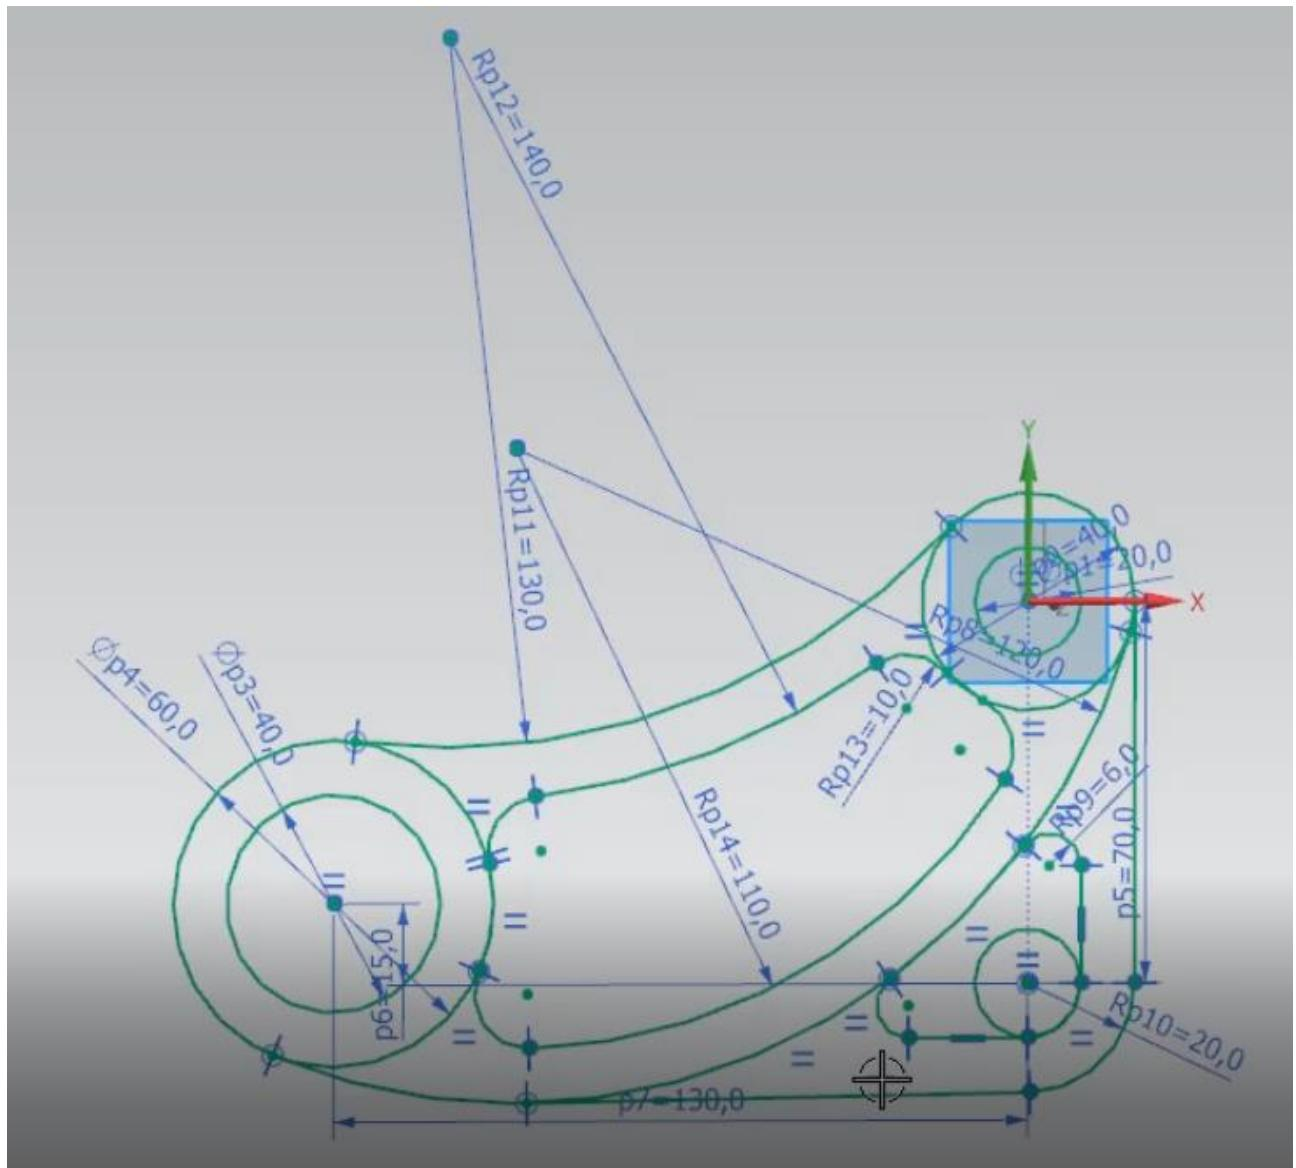

Рисунок 46 – Эскиз модели детали (Вариант 1), полностью определенный.
1. Отрисовать в «Эскизе» все элементы, образующие замкнутые контуры, необходимые для применения последующих операций «Вытягивание» (см. Рисунок 46).
2. Задать в «Эскизе» необходимые размеры согласно своему Варианту (см. Рисунок 46).
3. Добавить ограничения для определения «Эскиза» (см. Рисунок 46).